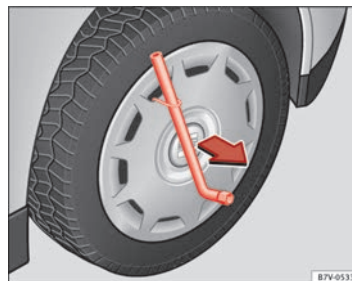

Fig. 181 Smontaggio dei copricerchi integrali.
- Introdurre la chiave per ruote nella staffa a filo ⇒ fig. 181 e tirare il coprimozzi nella direzione indicata dalla freccia.